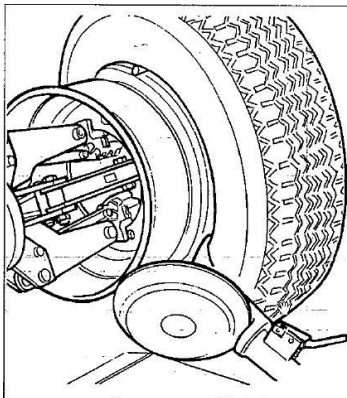

Fig.7.10
- 4) Kør værktøjet fremad, indtil den røde prik flugter med den udvendige kant af fælgen, og omkring 5mm. fra denne (Se Fig.7.10).